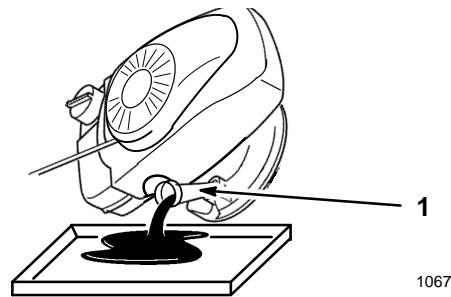

Figure 18
- Retirer la jauge et vider l'huile par le goulot de remplissage (Fig. 18). Recueillir l'huile dans un récipient approprié. Faire recycler l'huile vidangée conformément aux règlements en matière d'environnement.